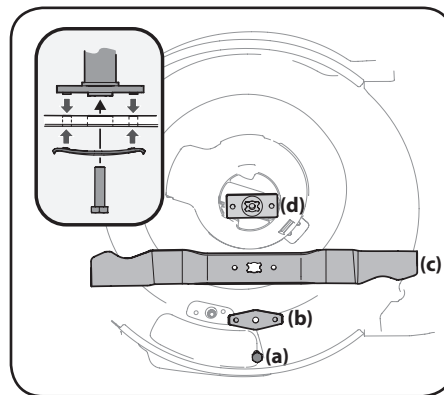

Figure 4-6
3. Retirez le boulon (a) et le support de la lame (b) qui fixent la lame et l'adaptateur au vilebrequin du moteur. Voir Figure 4-6.
6. Lubrifiez le vilebrequin du moteur et la surface interne de l'adaptateur de la lame avec une huile légère. Placez l'adaptateur (d) sur le vilebrequin. Assurez-vous d'installer la lame avec le côté marqué « Grass side » (ou estampé du numéro de pièce) face au sol. Veillez à ce que la lame soit alignée et bien placée sur les brides de l'adaptateur. Voir Figure 4-6.